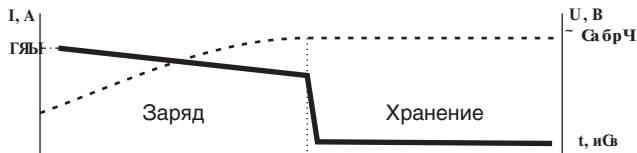

Рис. 2
- 1) Если при повороте ручки ток не увеличивается и индикатор «Режим» светится зеленым цветом, то З.У. работает в режиме стабилизации напряжения (интервал хранения – на графике, рис. 2.)